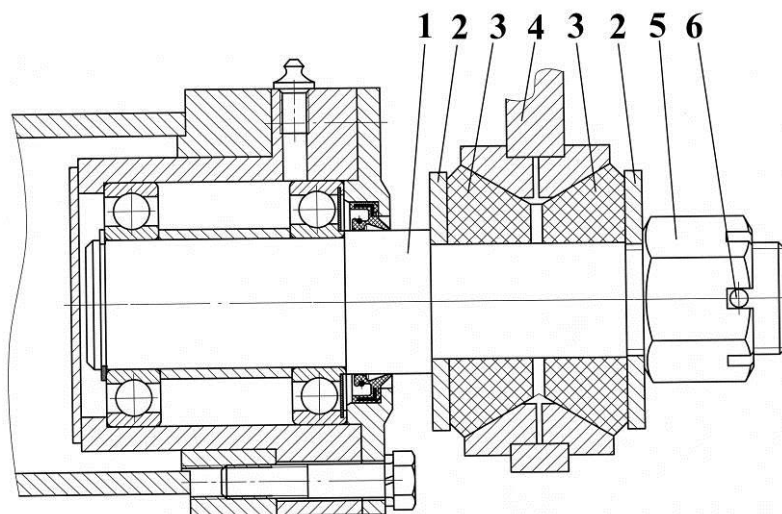

Рис. 4.5.4.
4.5.5. (Одновременно с п.4.5.4) Установите центральный (большой) шлейф-каток в отверстия рычагов, как показано на рис.4.5.4. , где: